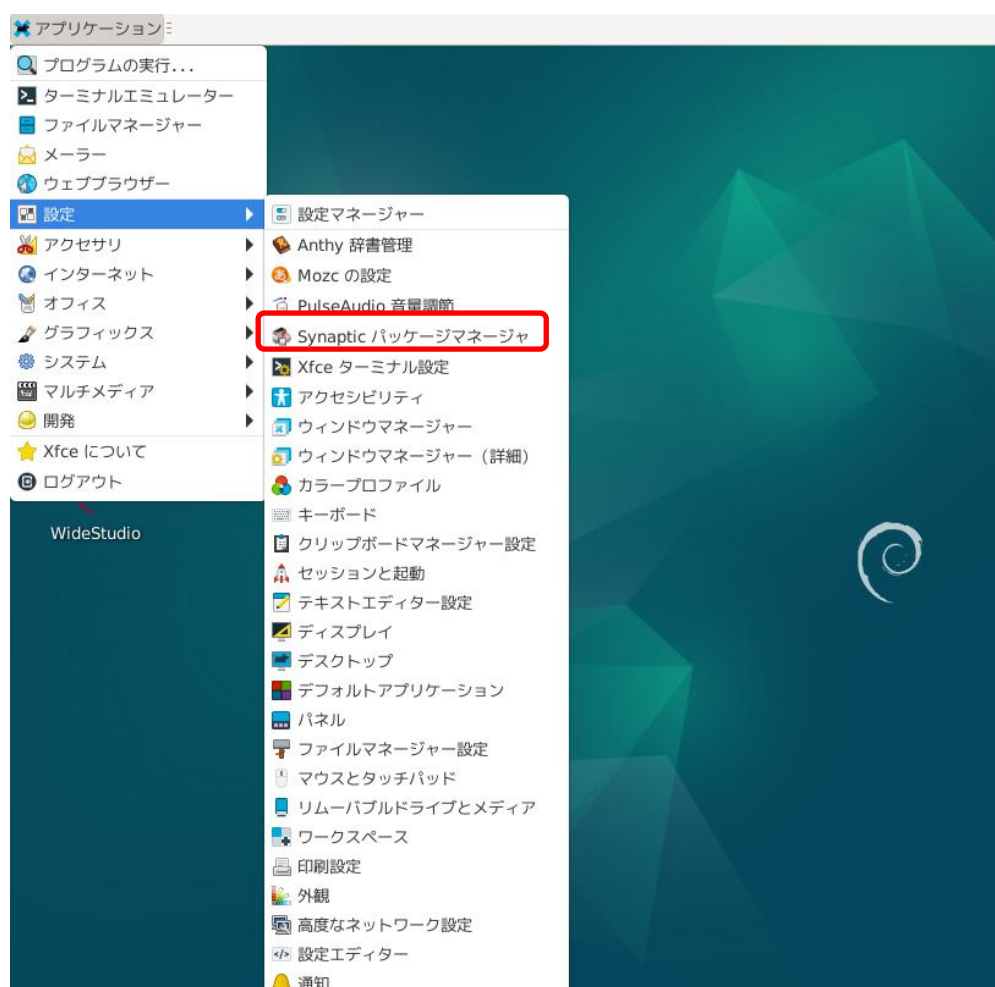

図 2-1-1-1. Synaptic パッケージマネージャの起動
- ② パッケージのインストール等を行うには管理者権限になる必要があります。図 2-1-1-2 のような、認証ウィンドウが表示されるので、管理者パスワードを入力して「認証する」をクリックしてください。